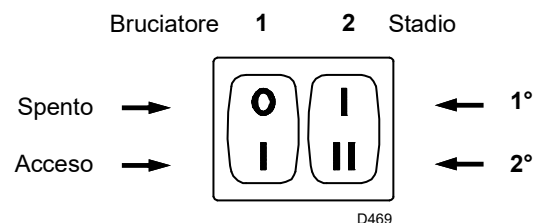

Fig. 18
- Avviare il bruciatore chiudendo i telecomandi e con l'interruttore 1)(Fig. 18) in posizione "ACCESO". La pompa deve girare nel senso della freccia riportata sul coperchio.
- Quando il gasolio fuoriesce dalla vite 4) o 8) la pompa è innescata. Fermare il bruciatore: interruttore 1)(Fig. 18) in posizione "SPENTO" ed avvitare la vite 4) o 8).